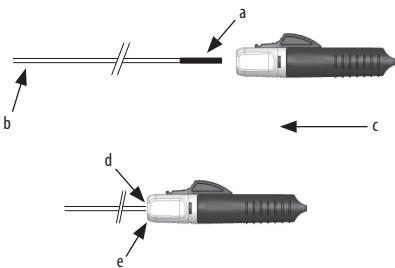
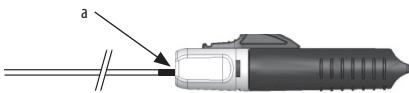

Figura 1.
Figura 2.
- Afferrare l'estremità prossimale dello spingitore della spirale al livello dell'estremità distale dell'indicatore di carico positivo. Fare avanzare il dispositivo di distacco istantaneo lungo lo spingitore finché l'indicatore di carico positivo non entra completamente nell'invito e lo spingitore non è posizionato saldamente nell'attuatore (vedere la figura 1).
Nota: se l'indicatore di carico positivo appare ancora come illustrato nella figura 2, il dispositivo di distacco istantaneo deve essere fatto avanzare ulteriormente fino a quando lo spingitore non è completamente posizionato nell'invito, come mostrato nella figura 1.